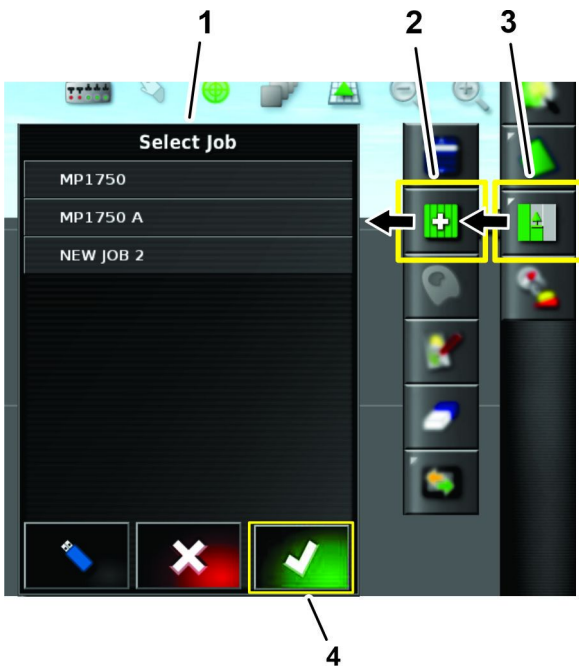

图 161
7. 按作业菜单图标图 161。
8. 按选择作业图标在选择作业列表中按一个作业图标然后按“确认”图标图 161。